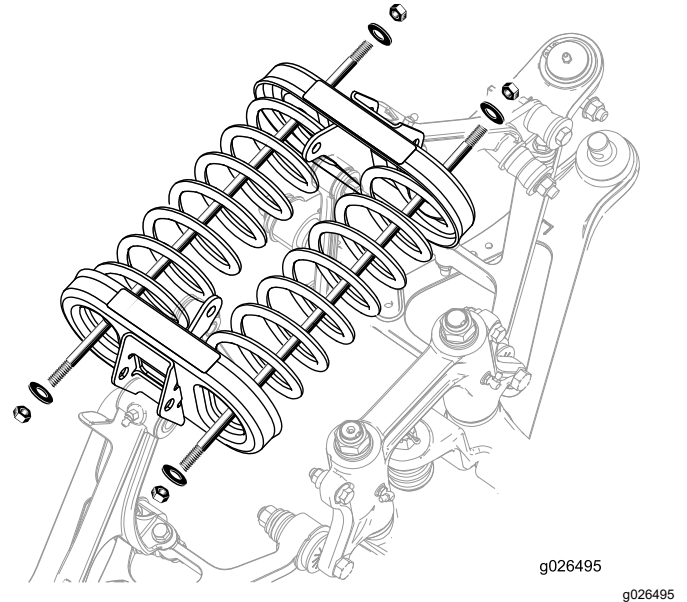

Figura 19
3. Montate i dadi e le rondelle a entrambe le estremità dell'asta (Figura 19).
4. Serrate 1 dado su ciascun'asta per fissare le molle (Figura 19).